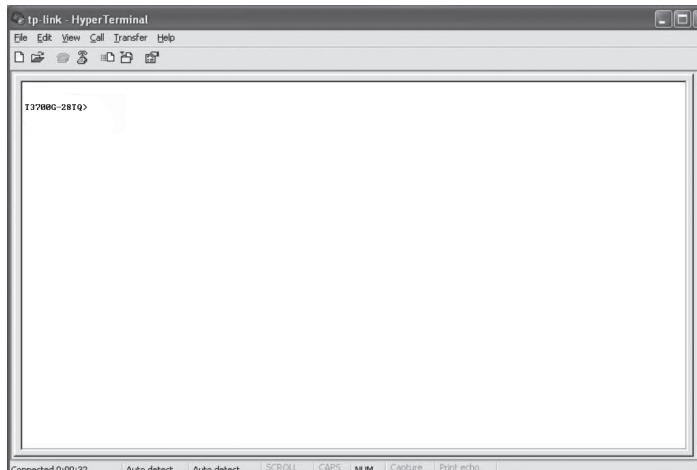

Рисунок 6-8 Вход в коммутатор
6. Введите Имя пользователя и Пароль в окно гипертерминала, для обоих значением по умолчанию является admin. После нажатия клавиши Enter появится команда строка DOS "T3700G-28TQ>" (см. рисунок 6-8). Это будет указывать на то, что теперь вы можете использовать интерфейс командной строки.